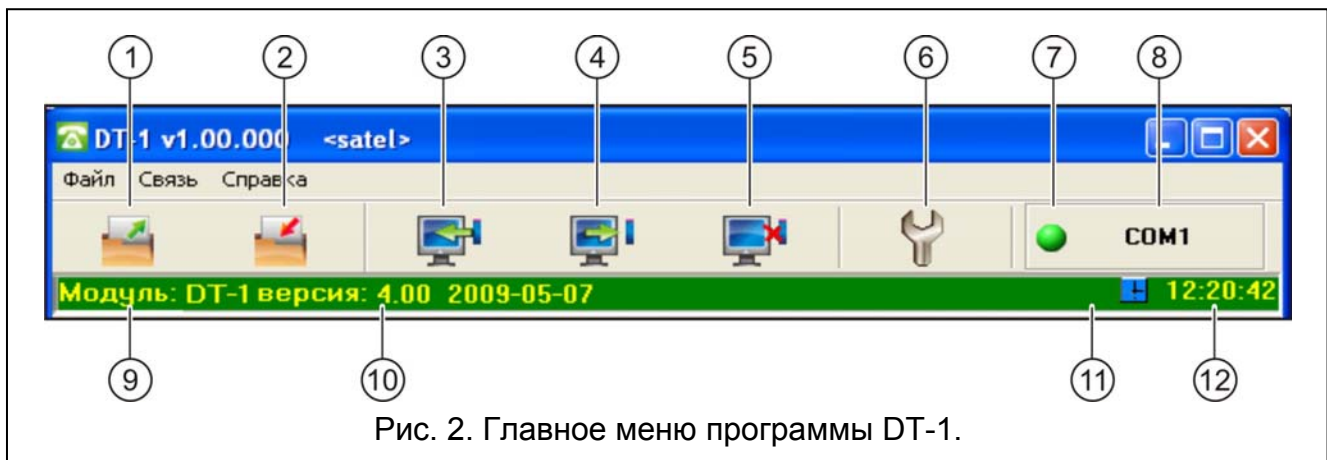

Рис. 2. Главное меню программы DT-1.
3. Кликнуть указателем мыши по кнопке „Конфигурация” (см.: рис. 2 и пояснения к рисунку).